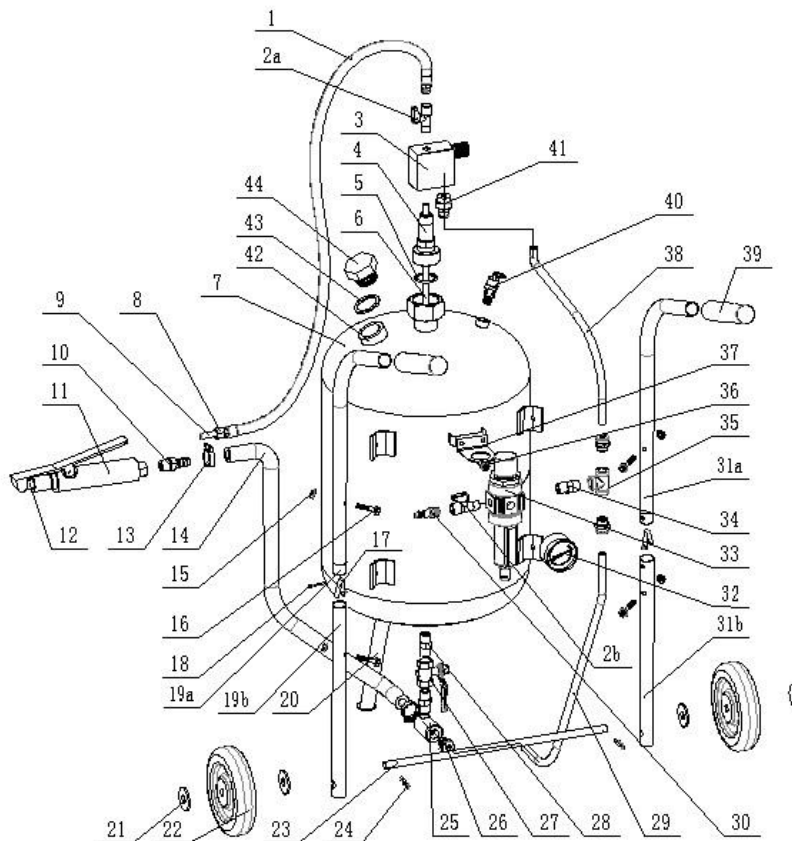

Figure 1
1. Montera produkten enligt bild 1.